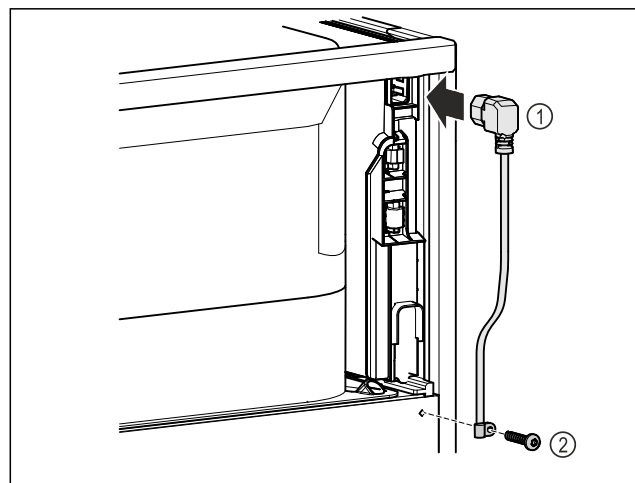

Fig. 9
- ▶ Kaltgerätebuchse der Netzanschlussleitung Fig. 9 (1) auf der Rückseite des Gerätes einstecken.
- ▶ Zugentlastung montieren. Fig. 9 (2)